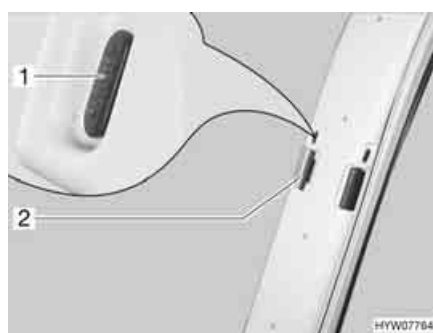

Fig. 59 Tendina oscurante pieghevole per il parabrezza
- Tirare il bottone di bloccaggio (Fig. 59,1) verso l'alto.
- Portare la tendina oscurante pieghevole del parabrezza per la maniglia (Fig. 59,2) verso il centro della finestra.
- Tirare verso l'esterno le due metà della tendina oscurante pieghevole del parabrezza per la maniglia (Fig. 59,2) fino all'arresto.
- Spingere il bottone di bloccaggio (Fig. 59,1) in basso.